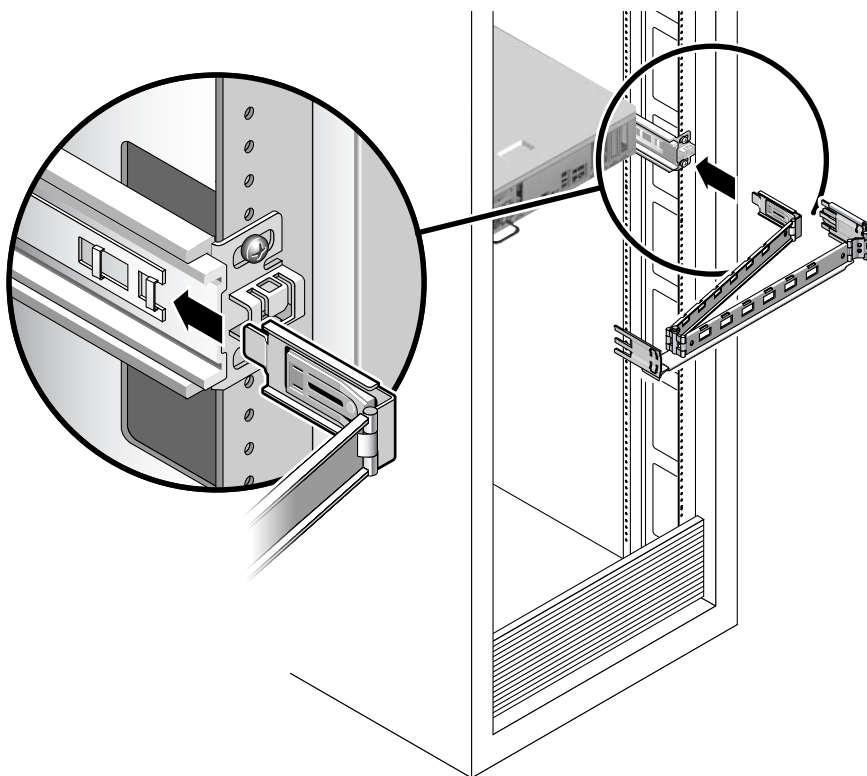

FIGURA 2-9 Montaggio del connettore interno del braccio per la gestione dei cavi
2. Inserire l'estensione più piccola nella scanalatura posta alla fine della staffa di montaggio (FIGURA 2-9).